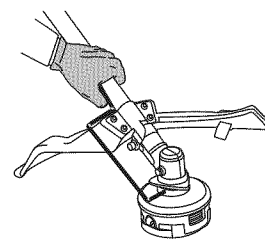

Fig. 23
2. Sujete la varilla de traba en su lugar sosteniéndola al lado del brazo de la unidad (Fig. 23).
2. Alinee el orificio del buje del eje con la ranura de la varilla de traba e inserte la varilla de traba en el orificio del buje del eje (Fig. 23).